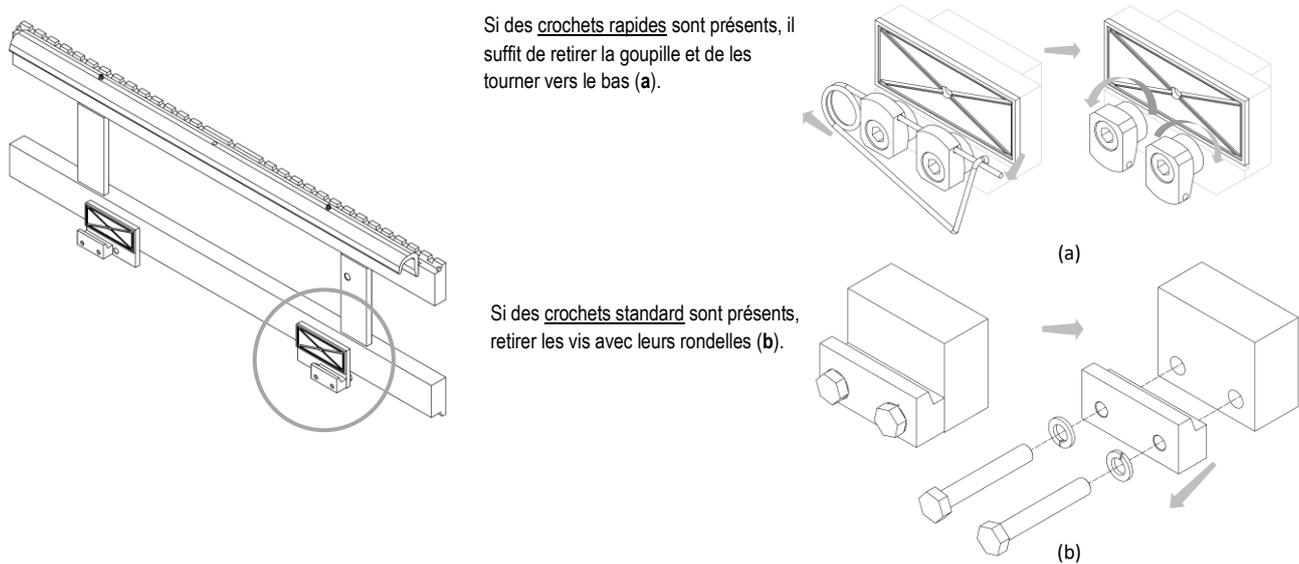

Figure 13
6. Retirer les crochets inférieurs de l'équipement et graisser les lardons (voir *Figure 13*).